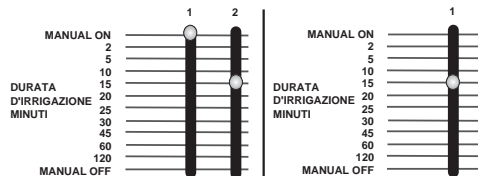

FIGURA 14: Stazione 1 impostata in irrigazione manuale tramite il selettore a cursore della durata d'irrigazione
- Spostare il selettore a cursore della durata d'irrigazione sulla posizione **MANUALE ACCESO** (finecorsa superiore), quindi riposizionarlo su una durata a piacere. Ad esempio, se si vuole che una data stazione irrighi per 15 minuti, spingere il selettore a cursore in posizione **MANUALE ACCESO** e quindi sulla posizione 15 minuti [vedere Figura 14].